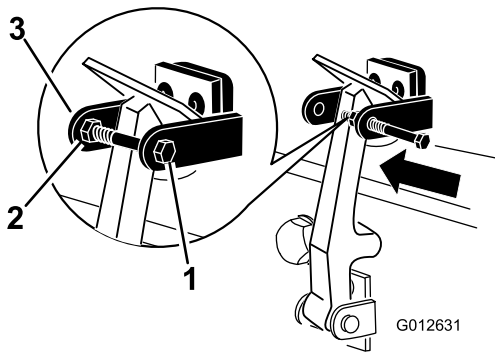

Figure 10
7. Vissez le boulon dans l'autre bras du support de loquet pour bloquer le loquet en position (Figure 10).